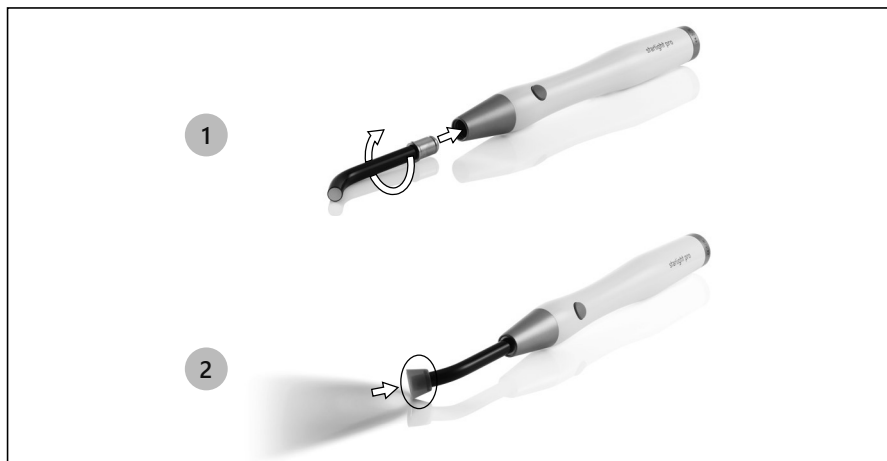

Figure 7 – Connexion des Accessoires
1. Introduire manuellement la fibre optique sur la pièce à main, en exerçant une légère pression et, si besoin est, avec un mouvement rotatif pour qu'elle ne se déclenche pas. (Figure 7 à page 16);
2. Insérer manuellement la protection optique sur la fibre optique (Figure 7 à page 16).